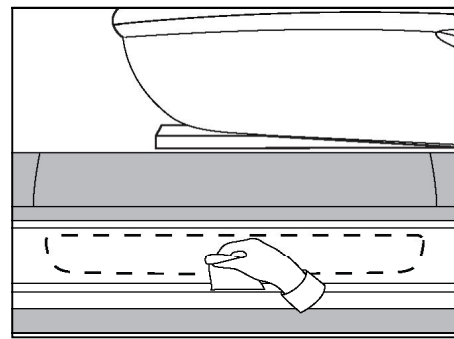

FIGURA 1
1. Limpie la zona donde se va a aplicar la placa del estribo con la toallita humedecida en alcohol suministrada y luego seque la zona para eliminar cualquier resto de alcohol (figura 1).